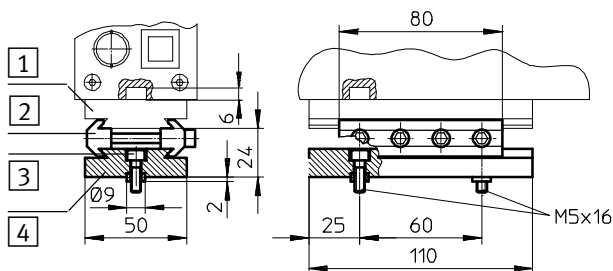

Fig. 2/2: Fissaggio del Checkbox con kit di collegamento HMSV-12
- la Checkbox e l'impianto di trasporto siano fissati in modo stabile (Fig. 2/3)